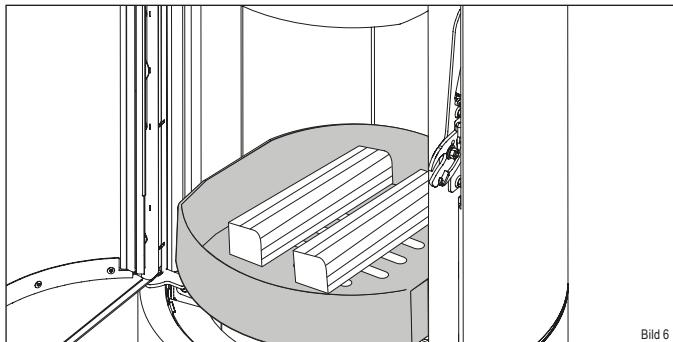

Bild 6
- ▶ Legen Sie zwei Holzscheite (🔪) mit 1,4 kg Gesamtgewicht mittig in den Feuerraum, mit der Stirnseite nach vorne zeigend ein. (Lassen Sie ca. 5 cm Abstand zur Feuerraumscheibe) (Bild 6)